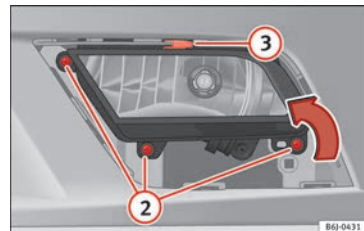

Abb. 102 Nebelscheinwerfer
- Entfernen Sie die 3 Schrauben » **Abb. 102** ②, um den Nebelscheinwerfer herauszunehmen.
- Ziehen Sie die Metallklammer an der Oberseite des Nebelscheinwerfers zur Außenseite des Fahrzeuges ab » **Abb. 102** ③.